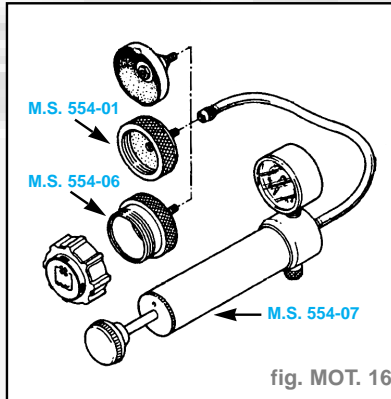

fig. MOT. 16
- Remplacer la soupape de vase d'expansion par l'adaptateur **M.S. 554-01** (fig. MOT. 16).
- Brancher sur celui-ci l'outil **M.S. 554-07** (fig. MOT. 16).
- Adapter sur la pompe **M.S. 554-07** l'outil **M.S. 554-006** et placer sur celui-ci la soupape à contrôler (fig. MOT. 16).